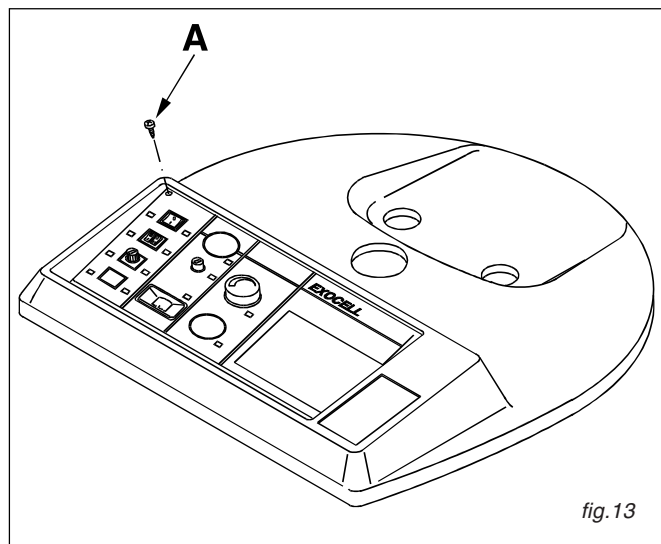

fig.13
- 2) Togliere le 4 viti autofilettanti "A" dal pannello elettrico e sollevarlo ribaltandolo sul coperchio caldaia (vedi fig.13). Prestare particolare attenzione a non rompere i capillari dei termostati.
- 5) Richiudere il coperchio e fissare le viti "A" (fig.13).